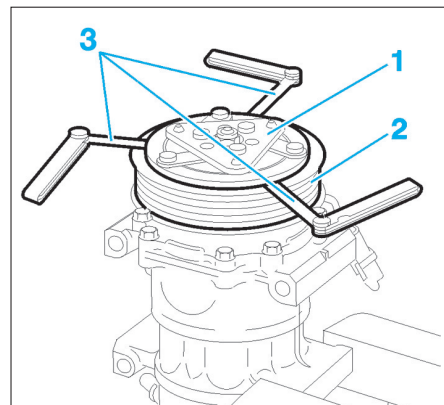

FIG. 6
- [1]. Jeu de cales d'épaisseur (Fig.6).
- Mesurer la valeur de l'entrefer entre le plateau (1) et la poulie (2) à l'aide d'un jeu de cales sur 3 points en (3) (Fig.6).